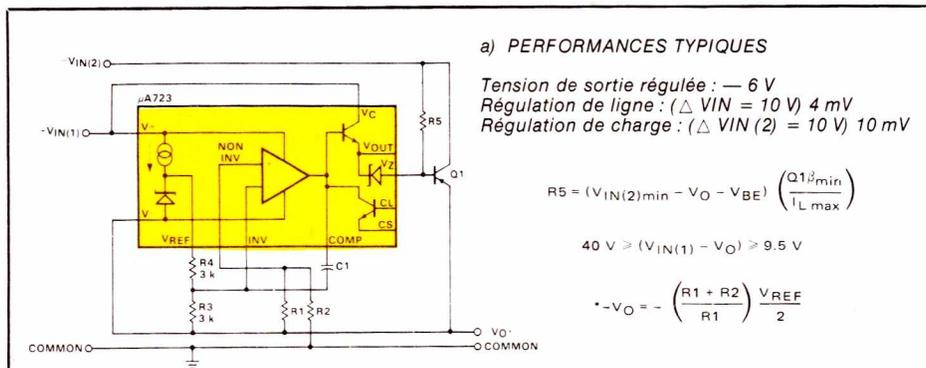
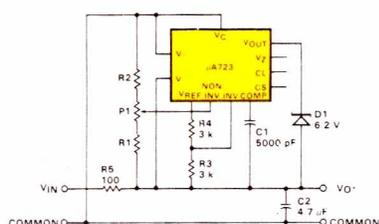
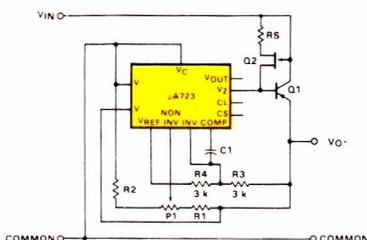

Figure 11 : Régulateur négatif a haut courant de sortie.
Figure 12 : Régulateur Shunt négatif.
Figure 13 : Régulateur négatif haute réjection de ligne.
condition est satisfaite en figure 11 par une tension positive externe, régulée ou non, appliquée aux bornes V+ et Vc. Ceci en respectant la limite de 40 V entre V+ et V-. Les valeurs maximum pour -VIN (2) et par la différence amont/aval sont déterminées comme pour la figure 10-a.
La figure 12 est conseillée pour des tensions de sortie dans la gamme - 9,5 V à - 40 V. En ôtant les bornes V+ et Vc de la masse et en les alimentant avec une tension positive de faible valeur comme en figure 11, on obtiendra des tensions de sortie de - 2 à - 9,5 V. La tension totale entre V+ et V- qu'il faudra observer sera de 9,5 V minimum et 40 V maximum. Si le courant maximum de la sortie Vout est inférieur à 20 mA dans une application donnée, alors on peut ôter D1 et connecter la sortie en Vz au lieu de Vout.
En remplaçant cette résistance par un transistor FET monté en source de courant comme sur la figure 13, la réjection de ligne est considérablement améliorée, typiquement plus de 100 dB. La gamme de tension de sortie est de - 9,5 V à - 400 V, pouvant descendre à - 2 V avec l'adjonction d'une alimentation positive comme en figure 11. R5 (entre grille et source) et Q2 doivent être dimensionnés pour fournir un courant de base suffisant à Q1 dans les conditions les moins bonnes. Si R5 est égale à 0, un bon bon choix pour Q2 peut être un 2N 5484, car son Idss (courant de drain à tension de grille nulle) de 1 à 5 mA fournit un courant suffisant pour Q1 dans la plupart des applications.